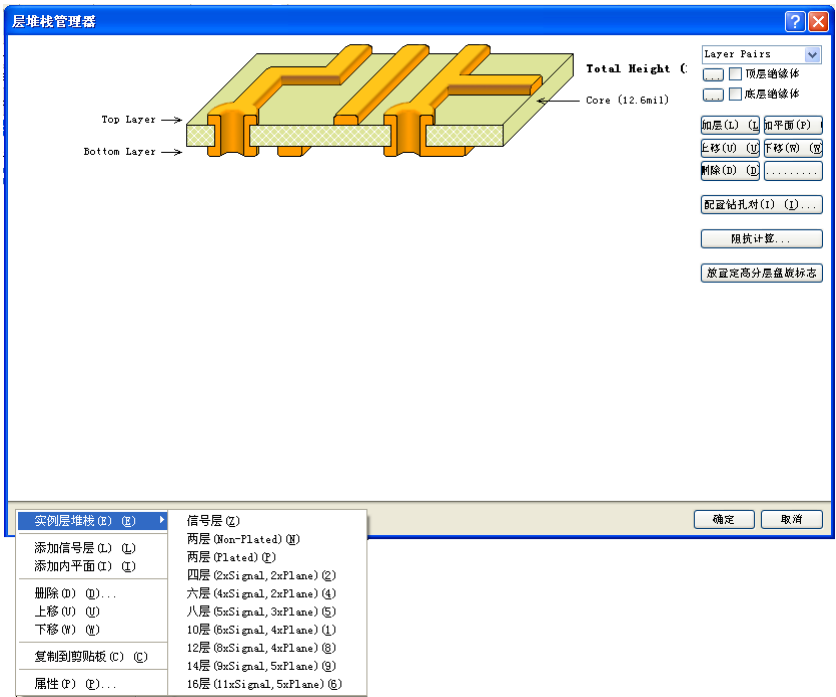

图 8-41 “层堆栈管理器”对话框
(2) 规划电路板
Step1 在 PCB 编辑器中, 单击菜单栏中的“设计”→“层叠管理”命令, 系统将弹出“层堆栈管理器”对话框。在该对话框中单击“菜单”按钮, 在弹出的“菜单”菜单中单击“实例层堆栈”→“两层 (Non-Plated)”命令, 如图 8-41 所示, 即可将电路板类型设置为双面板。